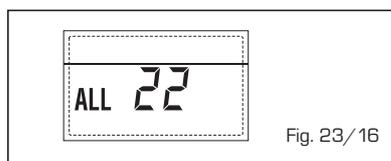

Fig. 23/16
- **ANOMALIE PANNE SONDE REFOULEMENT DEUXIEME ZONE MIXTE "ALL 23"** (fig. 23/17)